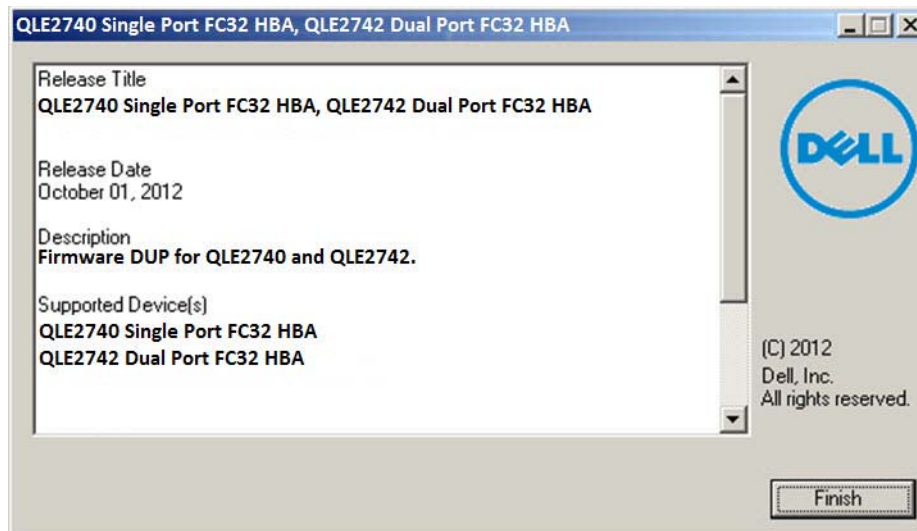

Figura 3-5. Concluir a instalação
4. Para concluir a instalação, clique em **Finish** (Concluir) (Figura 3-5).